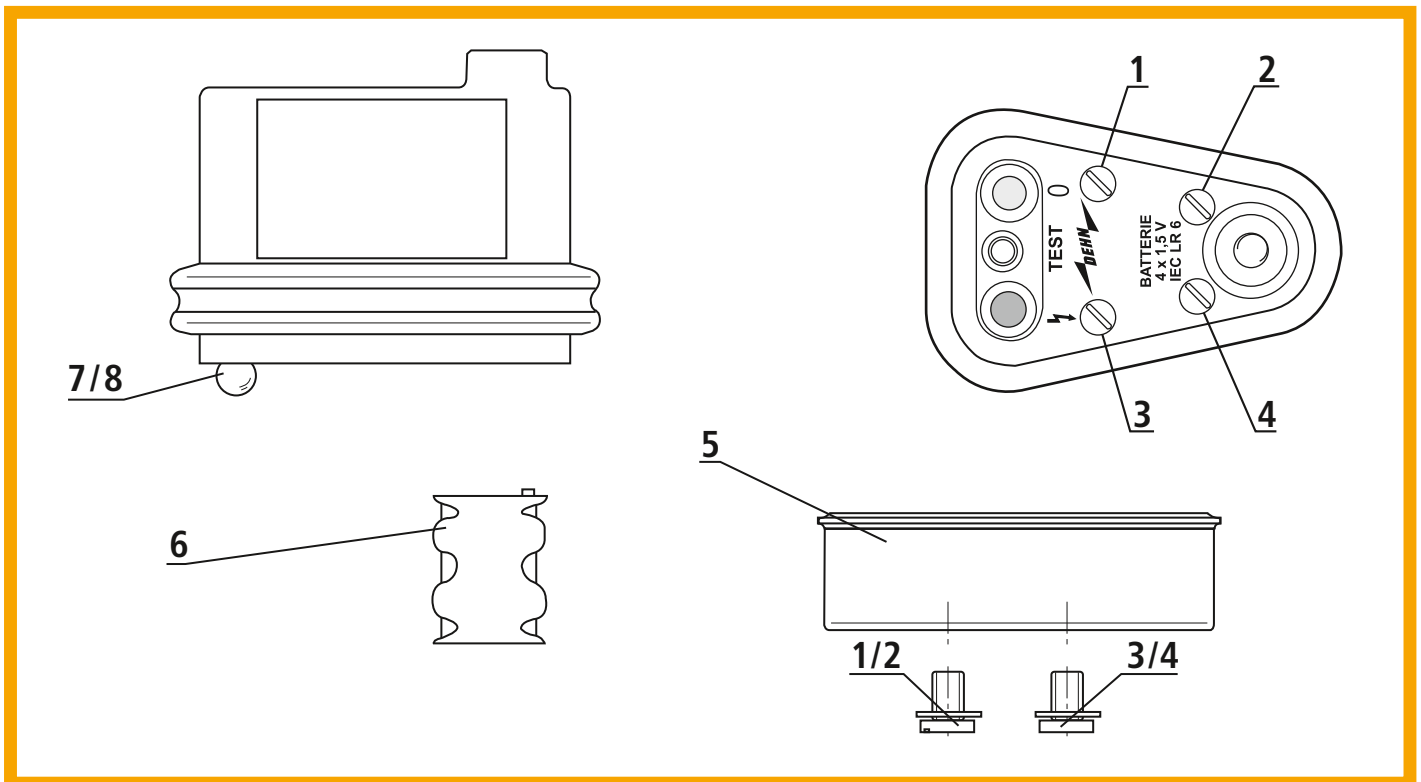

Fig. 6
6.1 Batteriewechsel (siehe Fig. 6)
6.2 Lampenwechsel (siehe Fig. 6)